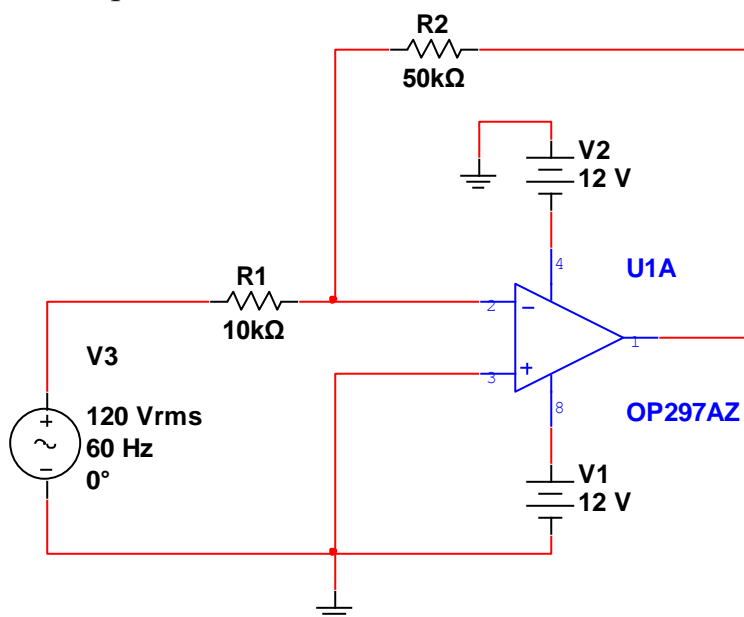

Рис. 4.15. Схема эксперимента
7. Используя команды вращения, соедините компоненты в схему как показано ниже, рис. 4.15.
8. Выполните настройку свойств компонентов. Два раза кликните по источнику переменного напряжения AC_POWER левой кнопкой мыши – откроется окно свойств, – установите действующее значение напряжения равным 1 В (Voltage (RMS)) и частоту сигнала равную 1 кГц (Frequency (F)). Аналогично установите напряжение равным 15 В для источников постоянного напряжения DC_POWER. Схема примет вид показанный на рис. 4.15.